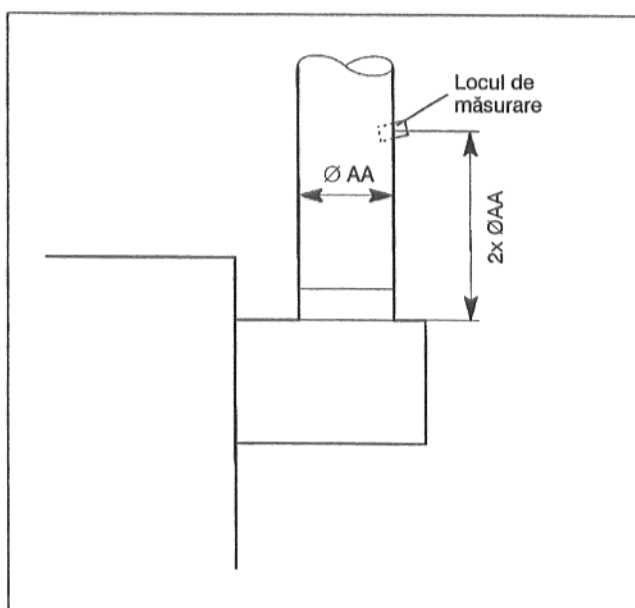

Fig. 30: Locul de măsurare din conducta gazelor de ardere
- Faceți o gaură în conducta gazelor de ardere, ca.  $2 \times \varnothing AA$  după dispozitivul de menținere a curentului de gaze pe partea opusă cazanului (Fig. 30).